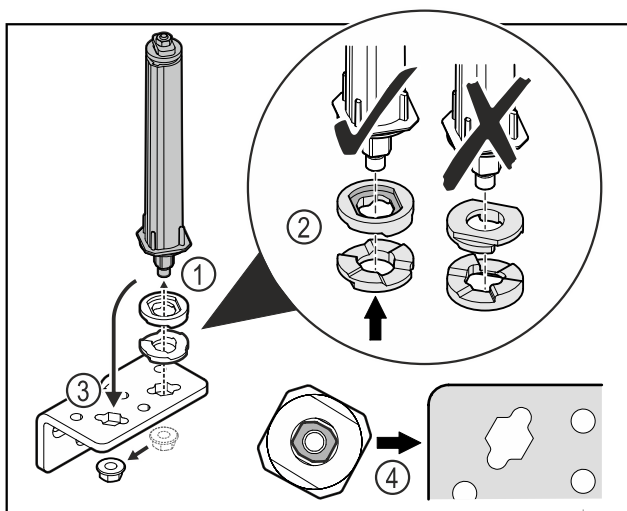

Fig. 47
- 松开螺母，并移除关门系统 Fig. 47 (1)。
- 确保高度调整垫片正确对齐 Fig. 47 (2)。
- 调换合页角铁中的关门系统并用螺母固定 Fig. 47 (3)。
- 装入时，确保关门系统正确对齐 Fig. 47 (4)。